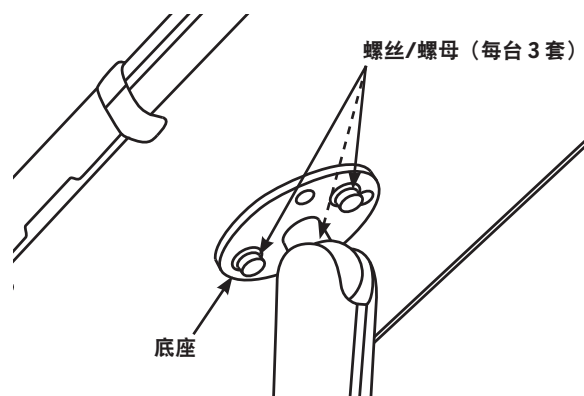

图 19. 将底座安装至写字板
2. 如图 19 所示，使用三个 16 毫米螺丝和三个尼龙自锁螺母将底座安装至写字板背面。将螺丝拧紧至 6.0 牛米（4.4 英尺磅）。